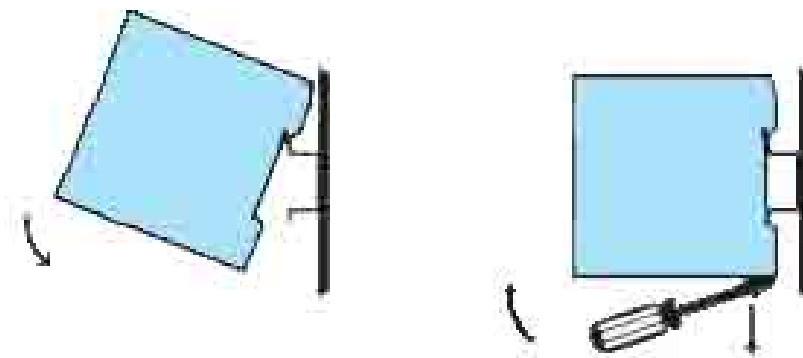

Рисунок 2.1 – Монтаж ИТКЗ на DIN-рейку
**2.5.3** ИТКЗ крепится на DIN-рейку (рисунок 2.1).